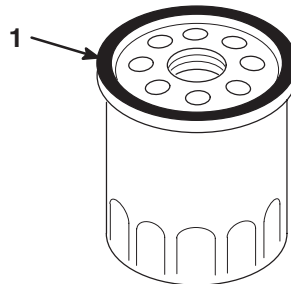

Bild 37
- Schmierem Sie mit dem Finger etwas Öl auf die Dichtung am neuen Filter (Bild 37).